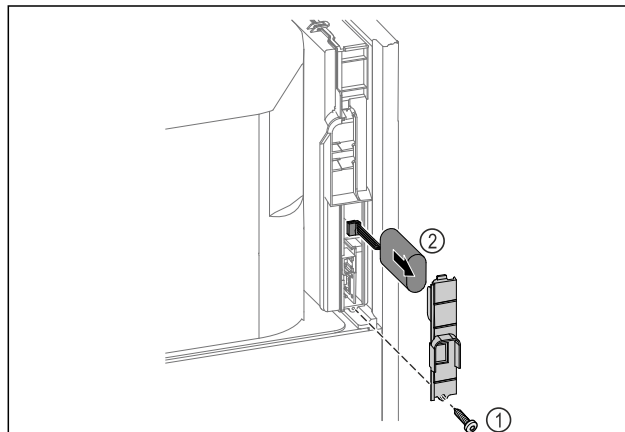

Fig. 259
- ▶ Keerake kruvi välja ja eemaldage kate seadme tagaküljelt Fig. 259 (1).
- ▶ Lahutage aku ja võtke välja Fig. 259 (2).